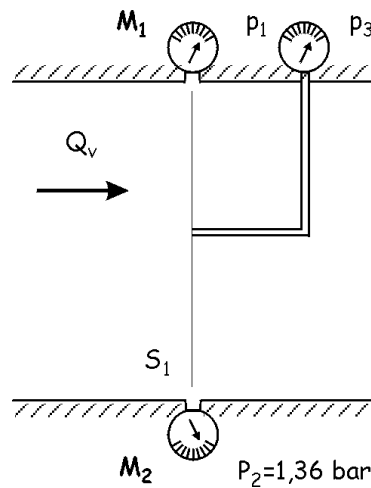

figure 2
1. On introduit dans la conduite un petit tube, relié à un manomètre M_3 , débouchant face à l'écoulement dans la section S_1 (figure 2). Si on suppose que la vitesse U de l'écoulement est uniforme dans la section S_1 , quelle pression p_3 lit-on sur le manomètre M_3 lorsqu'il est placé à la même altitude que le manomètre M_1 ?